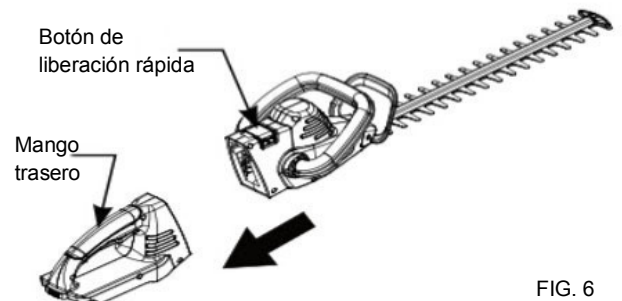

FIG. 6
1. Levante el botón de liberación rápida. Tire para retirar la manija del cabezal de corte. (Fig. 6)